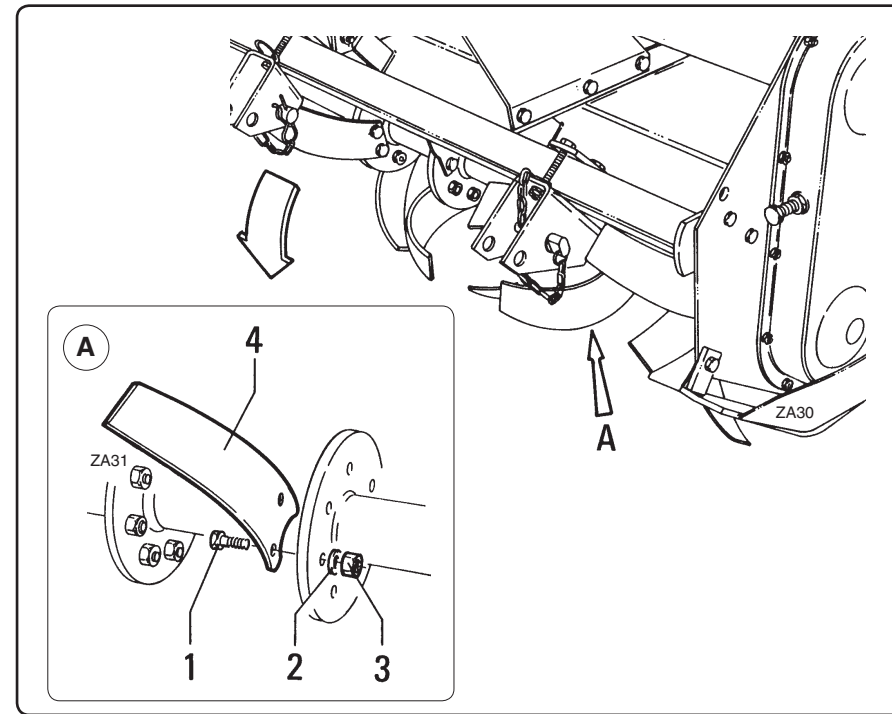

fig. 7.5.3
- Si les lames "4" fig. 7.5.3 sont endommagées, pliées ou usées, peu aiguisées ou risquent de se rompre pendant le travail, il faut les remplacer.
- Wenn die Messer "4" Abb. 7.5.3 beschädigt, verbogen, verschlissen, nicht scharf sind oder einen solchen Zustand aufweisen, daß sie bei der Arbeit zu Bruch gehen könnten, sind sie zu ersetzen.